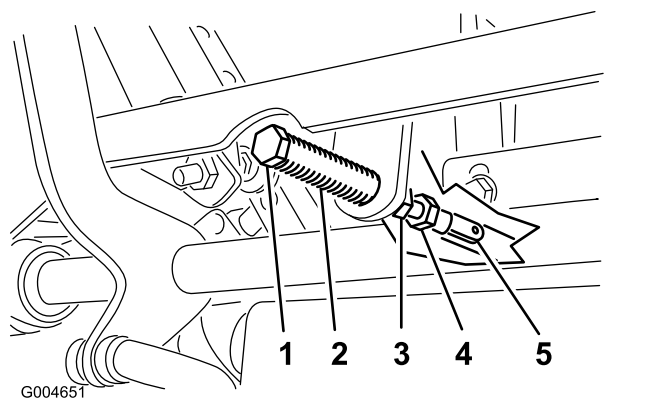

図 49
5. クレビスピンピボットシャフトの上のアームについているがスロットの端部に接触するスプリングに圧力が掛かり始める位置まで、図 49のようにレバーを手前に引く。
7. 調整が必要な場合は、ジャムナットをゆるめて調整ナットをヨーク側に移動できるようにする 図 49。
8. コントロールレバーを軽く手前、後退側に引きながら、調整ボルトを回して、コントロールレバーがちょうどニュートラルロック位置にくるように調整する 図 49。
9. ナットとジャムナット 図 49 を締め付ける。
10. ボールジョイント部でジャムナット(図 49)を締めつける。